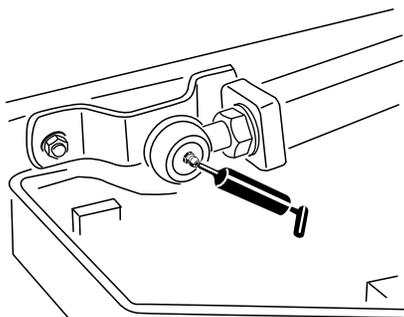

Figura 68
- Duas rótulas de elevação da barra de ligação (Figura 68)